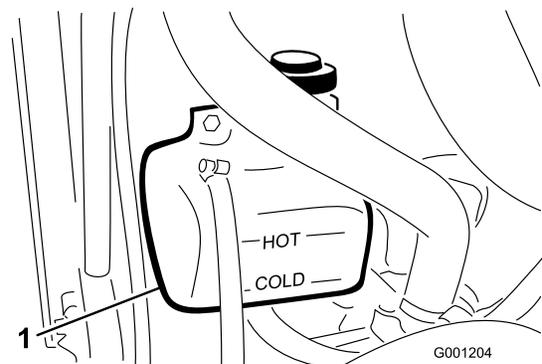

Figura 24
1. Controllate il livello di refrigerante nel serbatoio di espansione (Figura 24).